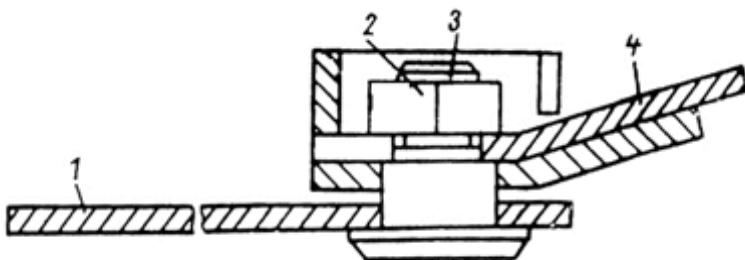

Рис. 16 Крепление ножа
- снимите шплинт 2 (рис.16);,
- снимите шплинт 2 (см. рис.16);